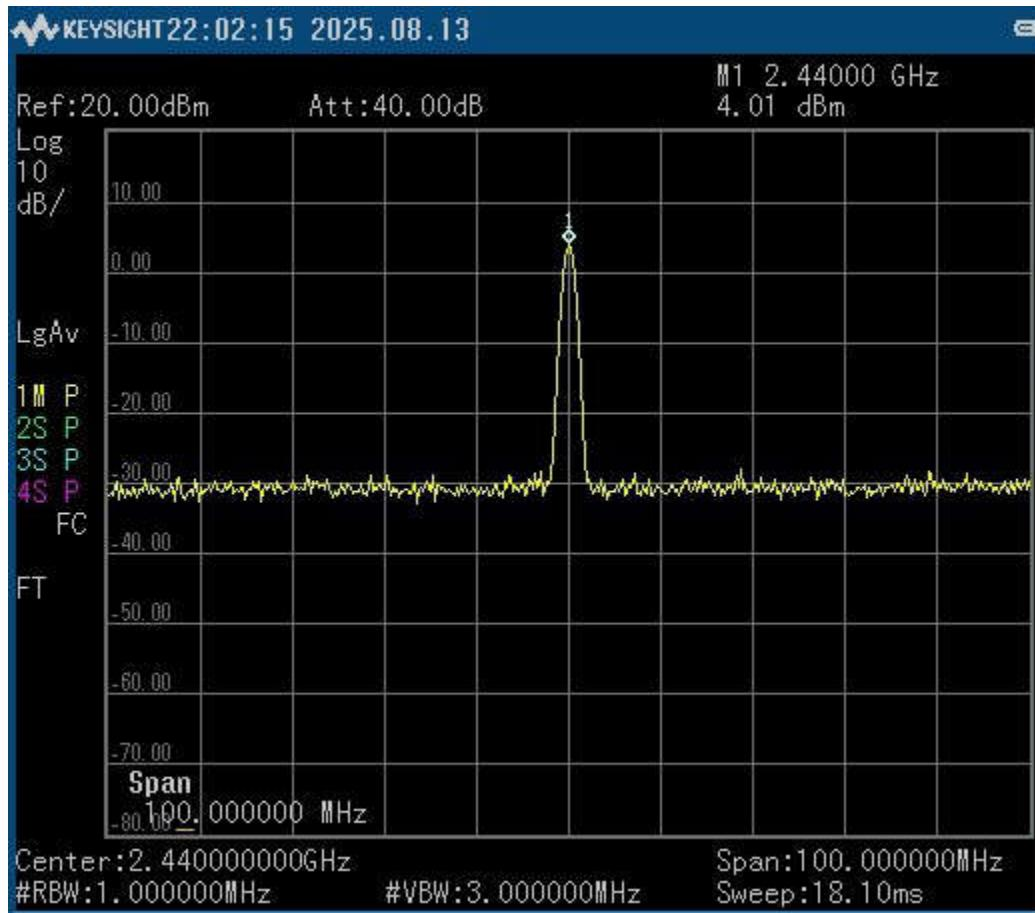

図 7-3. 送信電力テストからのスペクトル アナライザ出力
- ステップ 3: スペクトル アナライザで出力電力レベルを測定し、EM にプログラムされた出力電力を確認します。(スペクトル アナライザの結果の例については 図 7-3 を参照してください)